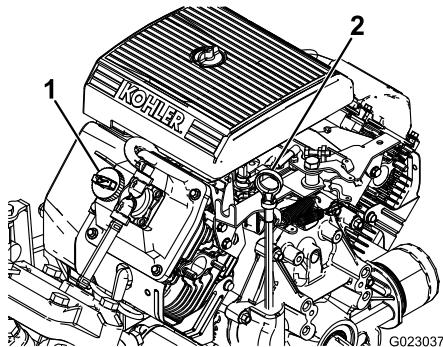

Figura 27
2. Retire la varilla y límpiela con un paño limpio (Figura 27). Introduzca la varilla en el tubo asegurándose de que entre a fondo. Retire la varilla y compruebe el nivel de aceite.
3. Si el nivel de aceite es bajo, retire el tapón de llenado de la cubierta de la válvula (Figura 27) y vierta aceite por el orificio hasta que el nivel de aceite llegue a la marca Lleno de la varilla. Añada el aceite lentamente y compruebe el nivel a menudo durante este proceso. No llene demasiado.
8. Agregue lentamente un 80% de la cantidad especificada de aceite por el tubo de llenado (Figura 27).